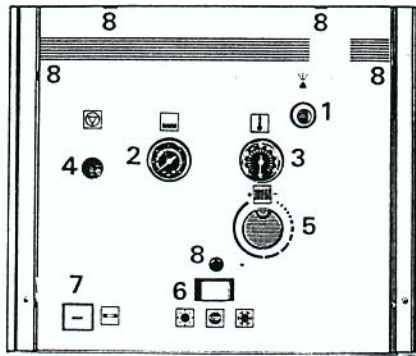

Fig. 1
Vérifiez que la pression dans le circuit de chauffage est suffisante : l'aiguille du manomètre (2) (fig. 1) doit se situer entre 1 et 3 bar même si la chaudière n'est utilisée que pour la production d'eau chaude. Dans le cas contraire voir 9.
2. Placez l'interrupteur électrique (6) (fig. 1) sur la position désirée : ☐, pour obtenir seulement de l'eau chaude ; ☒, pour obtenir de l'eau chaude et du chauffage.
3. Poussez à fond le bouton poussoir (1) (fig. 1). Le ventilateur passe à grande vitesse assurant le balayage de la chambre de combustion, le gaz parvient à la veilleuse ; après 15 secondes environ, l'allumeur électrique fournit un train d'étincelles destiné à allumer la veilleuse. Maintenir le poussoir (1) pendant 20 secondes environ après allumage, puis le relâcher doucement. Refaites la manœuvre si nécessaire.